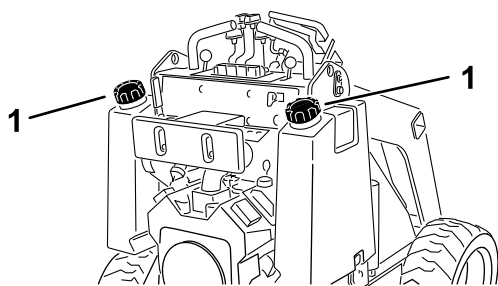

図 3
3. 燃料キャップの周囲をきれいに拭いてキャップを外す 図 3。